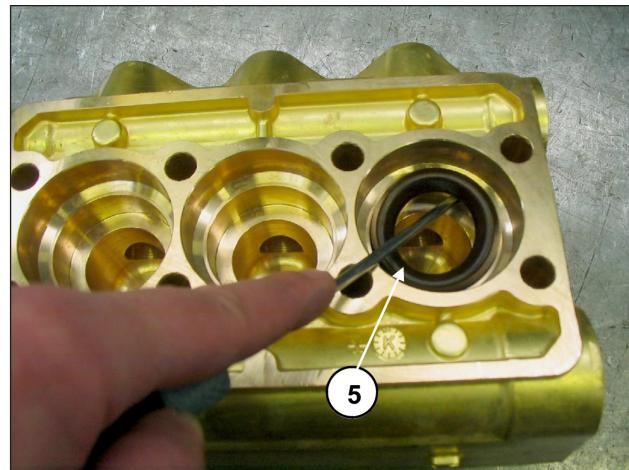

图21
- C) 从泵头抽出高压密封圈，从相应底座抽出低压密封圈，可使用如图21所示的简单工具⑤，注意不要损坏各自的底座。